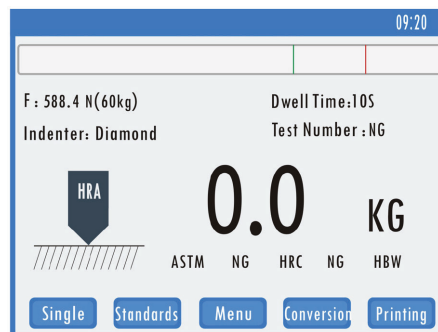

Fig 4-2 Modalità di prova standard (singolo)
- **Singolo/Gruppo:** Interruttore modalità di prova standard (singolo) e modalità di prova di gruppo (modalità batch). Quando mostra singolo, accedere alla modalità di prova standard, il numero di prova mostra NG; fare clic su singolo, mostrerà la media, accedere alla modalità batch, il numero di prova mostra 00. Fare riferimento alle immagini sottostanti. (Fig 4-2)
Come mostrato in Fig. 4-2, HRC, HBW sotto il risultato di prova rappresentano il valore di conversione con la scala HV. Quando si seleziona il pulsante della scala, le due scale cambiano e mostrano contemporaneamente il valore di conversione pertinente.